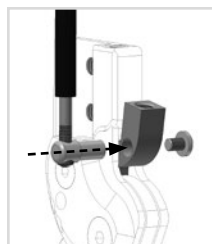

Fig. 5
- 1 Fest gjengehylsen (3) på kabeltrekket.
- 2 Skyv kabeltrekket ned fra gjennom kabeltrekkholderen (2). Gjengehylsen (3) må gå i flukt nederst og ikke være synlig.
- 3 Sett kabeltrekkholderen (2) i hullet på låseklinten (fig. 5).
- 4 Fest kabeltrekkholderen (2) med linseskruen (1). Sikre linseskruen med LOCTITE® 243 (medium strength).